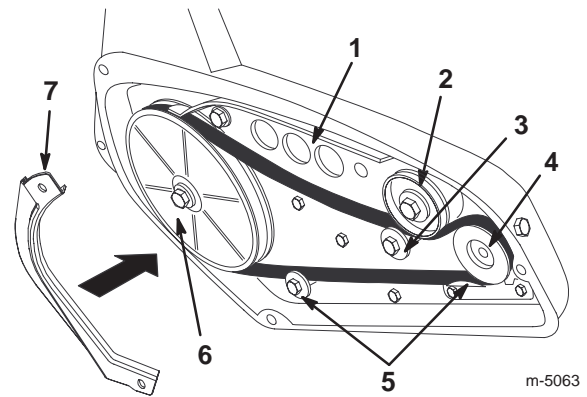

Figure 21
6. Retirez la courroie de transmission usagée de la poulie motrice et de la poulie folle (Fig. 21).
7. Appuyez sur la poulie de tension et enlevez la courroie d'entraînement usagée de la poulie de turbine (Fig. 21).
8. Appuyez sur la poulie de tension et acheminez la courroie de transmission neuve autour de la poulie de turbine (Fig. 21).
9. Relâchez la poulie de tension et acheminez la courroie d'entraînement sur les 2 guide-courroie, autour de la poulie motrice et entre la poulie de tension et le galet (Fig. 21).
**Important** La courroie d'entraînement doit passer en haut du galet et des 2 guide-courroie, comme indiqué à la Figure 21.